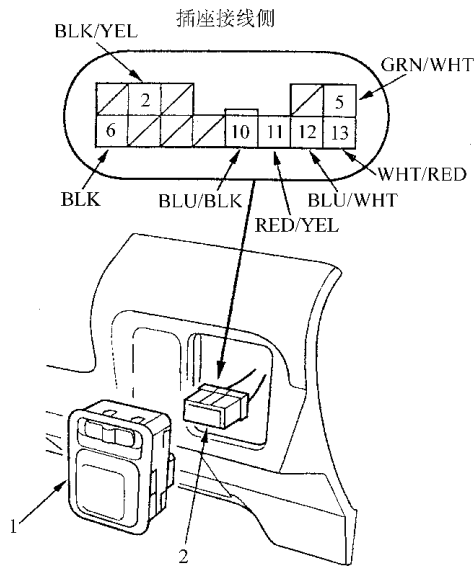

图 12-87 插接器
- 2) 如图 12-87 所示，从开关上断开 13P 插接器。
- ① 两个视镜都不工作，转到第 4) 步。
- ② 左视镜不工作，转到第 6) 步。
- ③ 右视镜不工作，转到第 7) 步。